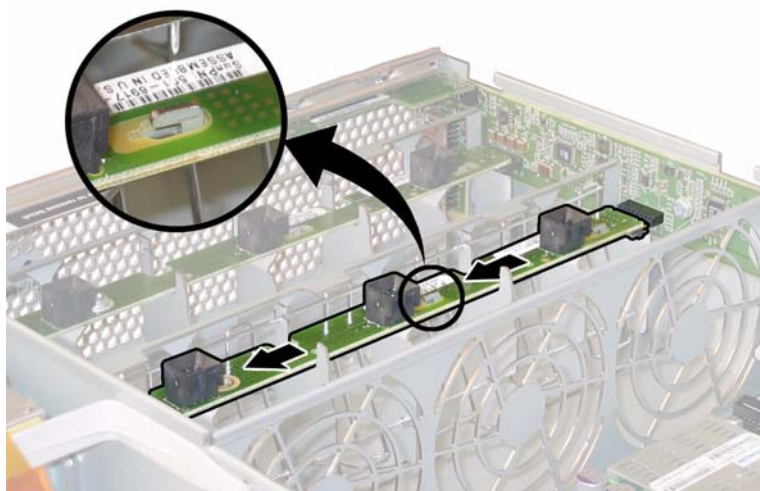

图 4-20 拆卸风扇连接器板
6. 将风扇连接器板朝机箱的中央滑动，使其从前面 I/O 板上断开，并使其从机箱的两个固定卡扣中松脱。请参见图 4-20。